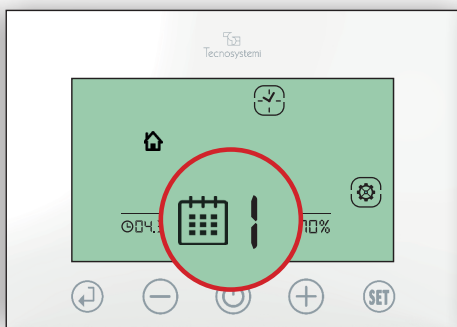

Fig.26
- 1.2 Premere il tasto  verificare il lampeggio del giorno settimanale: premere  o  per scegliere il giorno da programmare e confermare con  (Fig.26)